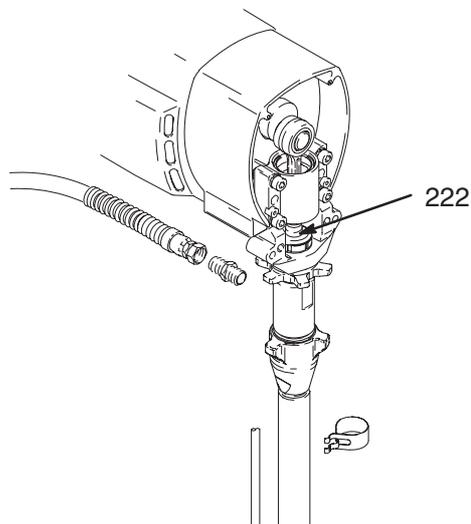

Fig. 20
1. Lave la bomba. Libere la presión. Fig. 20. Haga funcionar la bomba con el vástago del pistón (222) en su posición más baja.
2. Fig. 20. Desenrosque el tubo de aspiración y la manguera de la bomba.